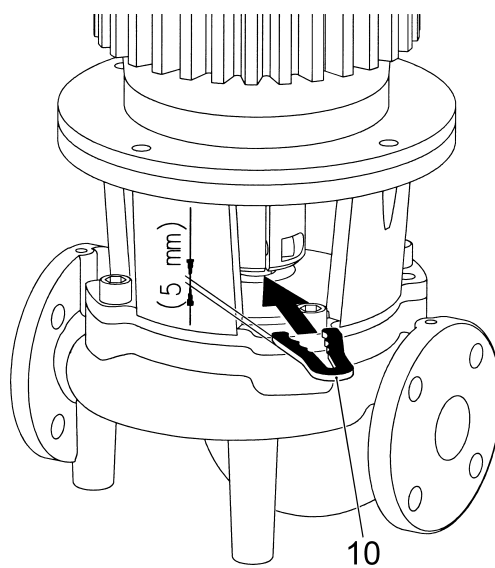

Рис. 8
- Задвинуть монтажную вилку (рис. 8, поз. 10) между фонарем и соединительной муфтой. Вилка должна сидеть плотно, без зазора.
10. Монтажная вилка, см. Рис. 8 (поставляется отдельно)
Монтажная вилка (рис. 8, поз. 10) необходима при проведении всех монтажных работ для установки правильного положения рабочего колеса в корпусе насоса!